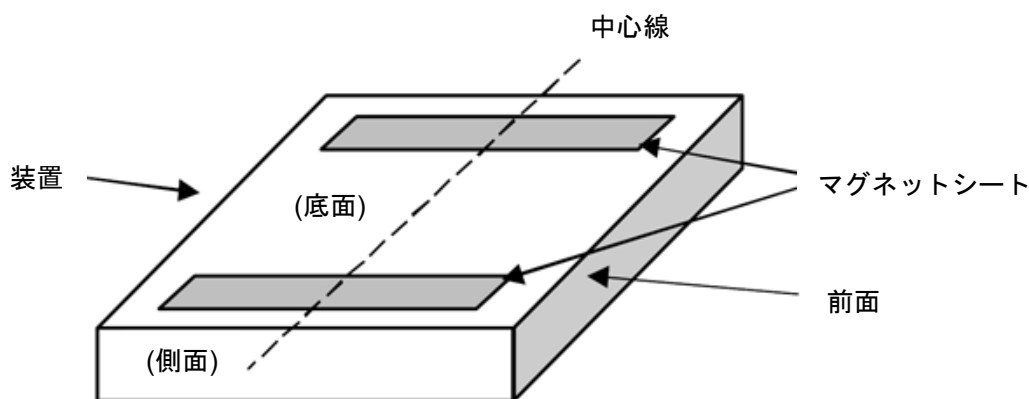

図 3-2 マグネットシートの貼り付け
- 4) 図 3-2に示すように製品の側面に沿って、側面に平行になるようにマグネットシートを中心線に沿って底面に貼り付けてください。